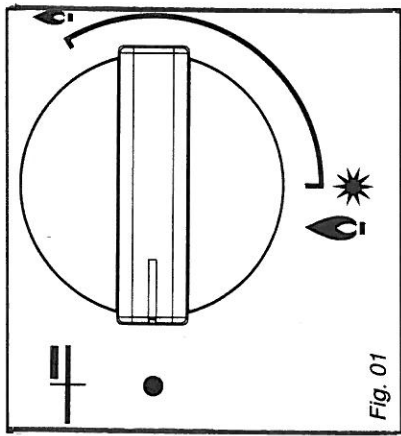

Fig. 01
- Ajuste a coroa das chamas de modo a que estas não excedam o contorno do recipiente (Fig. 01).